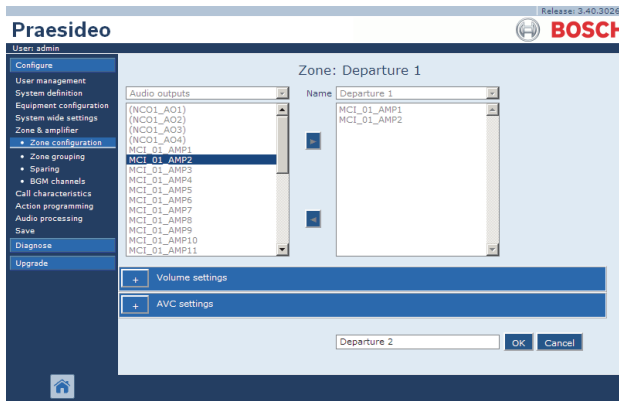

abbildung 46.4: Neue Zone erstellen, Schritt 2
- 2 Klicken Sie auf die Schaltfläche *Add* (Hinzufügen) und geben Sie den Namen der neuen Zone im Textfeld am unteren Seitenrand ein. Beispiel: *Departure 2* (siehe abbildung 46.4). Dieser Name kann bis zu 16 Zeichen lang sein.